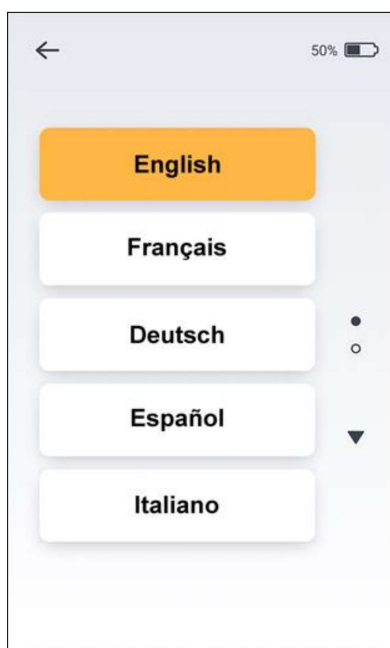

Figura 14
- Seleccione su idioma preferido en la lista de idiomas disponibles (Figura 14).